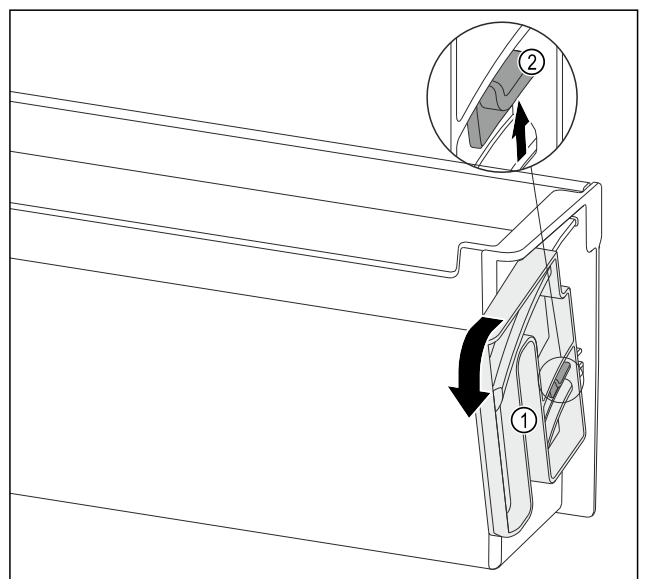

Fig. 112
- ▶ Obrócić pokrętło Fig. 112 (1) w określonym kierunku do oporu.
- ▶ Wcisnąć nakładkę Fig. 112 (2) w górę i wyjąć pokrętło Fig. 112 (1).